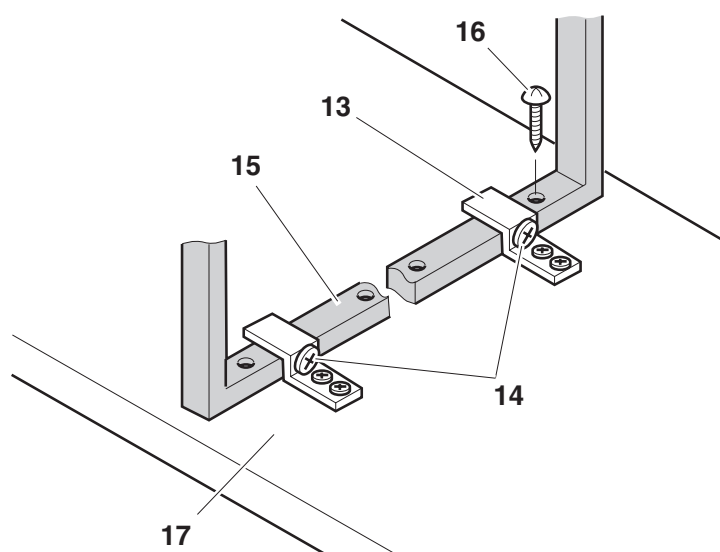

Fig. 10
- En el travesaño **11**, ajuste la altura del panel frontal **17** con los tornillos de gota de sebo **14**, fijando esta posición con un tornillo **16**. En caso necesario, aumente la separación entre el panel frontal y el cuerpo del armario con un sargento de apriete, y vuelva a comprobar cómo encaja el panel. Véase **Fig. 10**.